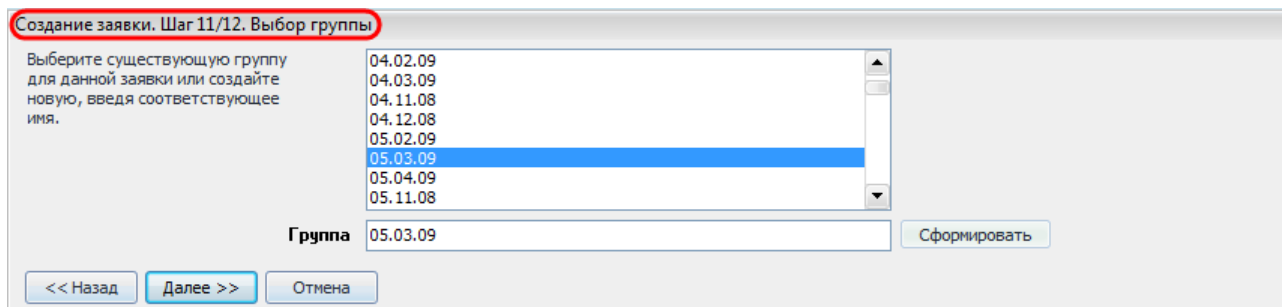

Рисунок 10.36 – Выбор группы
- «Шаг 11/12. Выбор группы». На данном шаге можно выбрать группу, в которую будет помещена созданная заявка. Группа выбирается из списка групп (см. раздел «9.3.1 Работа с редактором групп») или создается новая (Рисунок 10.36). Существует два способа создания групп: